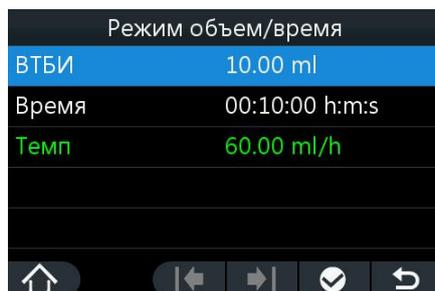

Рисунок 5.2
1. Выберите меню «☰» «режим» далее выбрать «Объем/время режим», чтобы войти в интерфейс, как показано на рис.5.2. Установите объем и время, и скорость автоматически рассчитывается.